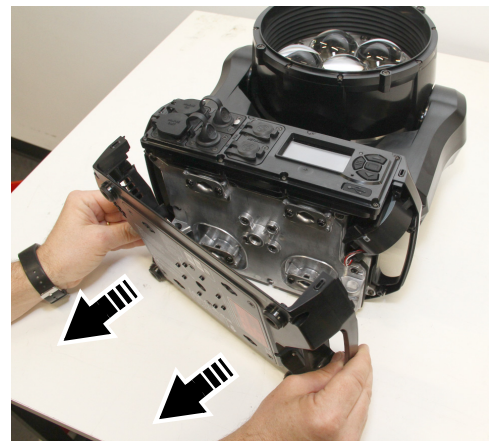

Bild 12: Entfernen der Basisabdeckung
4. Siehe Bild 12. Heben Sie die Basisabdeckung ab.